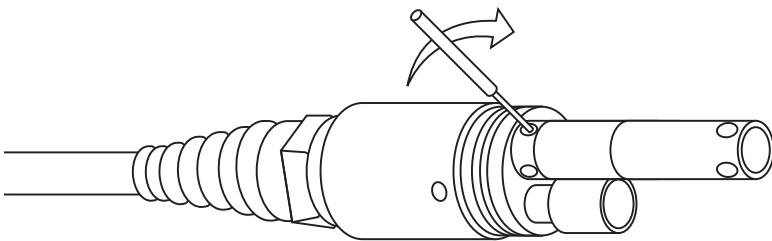

Figura 5 Herramienta de instalación utilizada para apretar la tuerca de retención de acero inoxidable del sensor C/T.
6. Una vez enroscada, la tuerca quedará plana contra el cabezal. En este punto, utilice la herramienta que se incluyó con el sensor para girar la tuerca un 0,25 a 0,50 de vuelta adicional (**Figura 5**). **NO la apriete demasiado.**